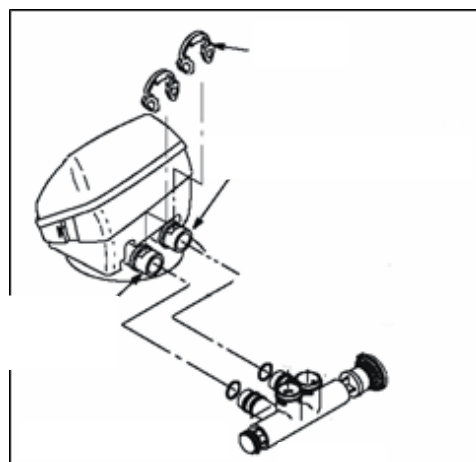

Рисунок 5
- Вставьте байпасный клапан вместе смазав уплотнительные кольца входящих и выходящих отверстий клапана (рис. 5),